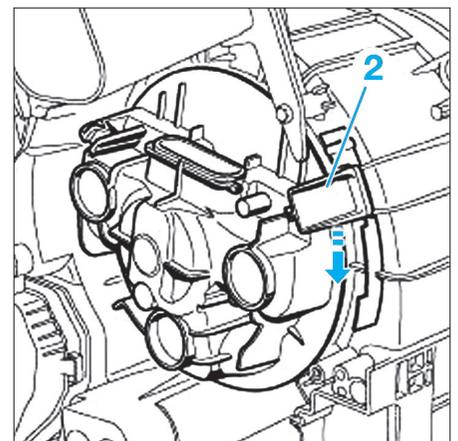

Fig. 25
- Appuyer sur la languette (2) du motoventilateur (Fig.25).